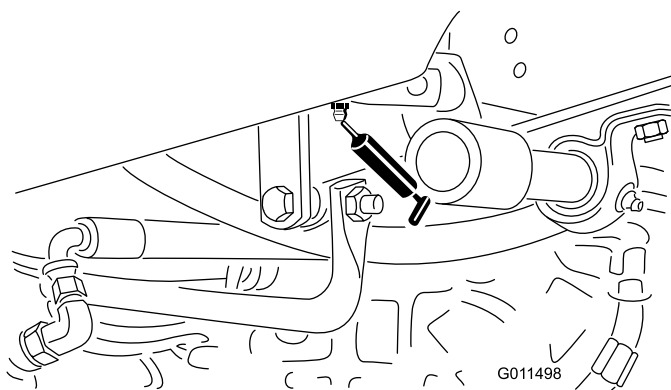

Figure 38
- Bague de pivot de pédale de déplacement (1) (Figure 38)